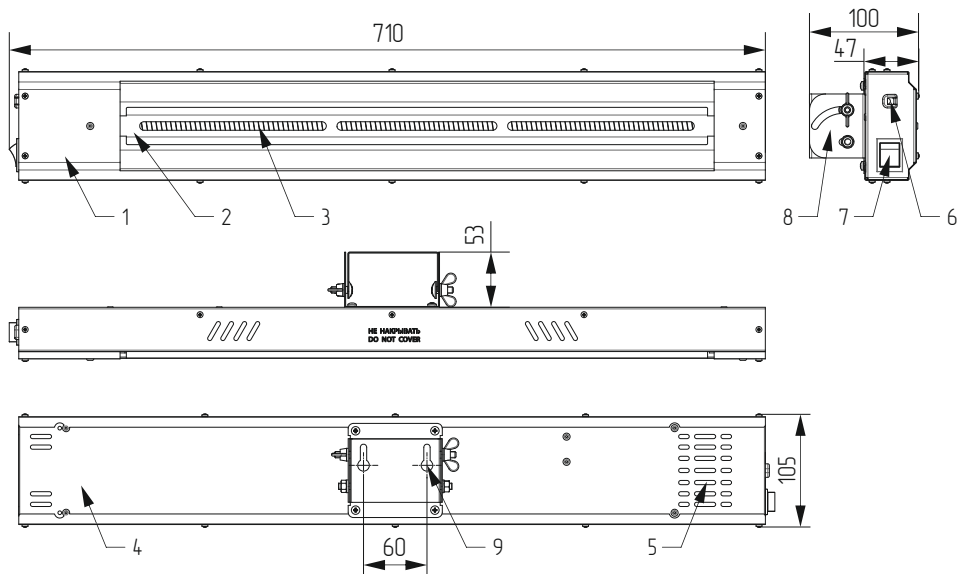

Рисунок 1. Габаритный чертёж и элементы конструкции электрического обогревателя «Кедр» *СБИ-1000*.
5.1. Обогреватель (см. рис. 1, 2) представляет собой металлический корпус, состоящий из передней панели (1), защитной решётки (2) и задней панели (4). Внутри корпуса на шасси расположен нагревательный элемент (3) – трубка из кварцевого стекла, внутри которой расположена нагревательная проволока. За нагревательным элементом имеется отражающий экран. На боковой поверхности корпуса расположены рокерный переключатель (клавишный выключатель) с подсветкой (7) и выход шнура питания (6). На задней панели корпуса расположен кронштейн (8) для крепления обогревателя на стену. Схема сборки кронштейна приведена на рис. 3. Кронштейн позволяет регулировать угол наклона обогревателя.
- 6.6. На стене с помощью уровня и рулетки (линейки) следует разметить отверстия для монтажа обогревателя. Размеры для разметки приведены на рис. 1, 2.